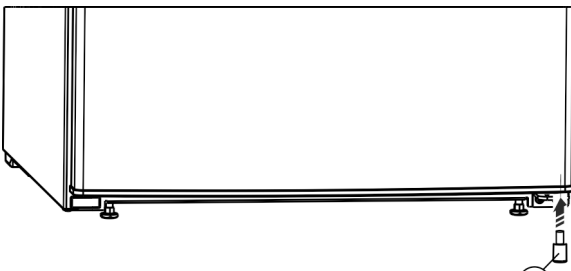

Fig. 8
► Das Distanzteil Fig. 8 (13) wieder rechts unten in die Tür einsetzen, weil es wichtig für die Standfestigkeit des Geräts ist.